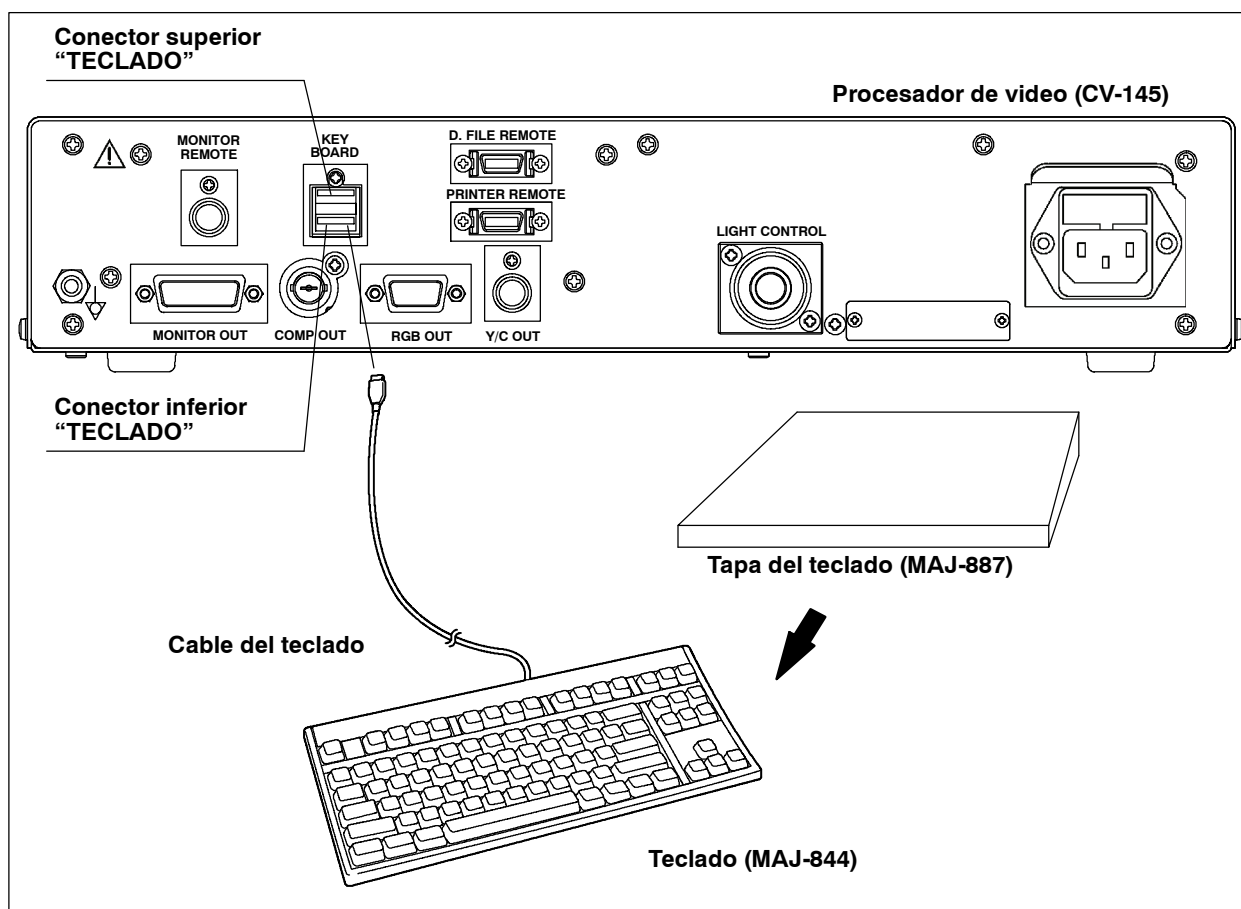

Figura 6.2
2. Conecte el cable del teclado al conector inferior "TECLADO" del procesador de video (ver figura 6.2).